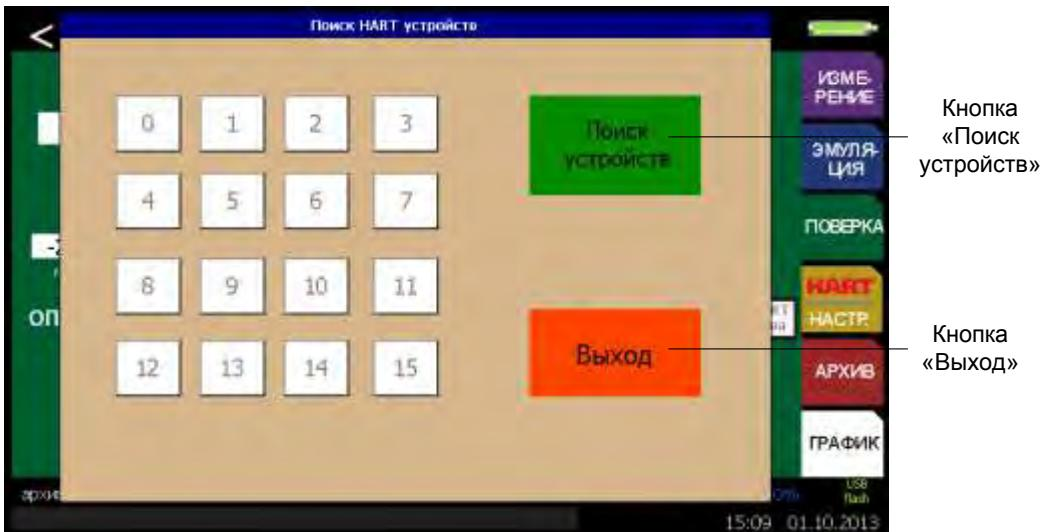

Рисунок 2.45
- в появившемся окне «Поиск HART устройств» (см. рисунок 2.45) выбрать нужный. (процедура поиска подключенных приборов по HART-протоколу описана в п. 2.6.4.10).
- в появившемся окне «**Поиск HART устройств**» (см. рисунок 2.45) выбрать нужный. (процедура поиска подключенных приборов по HART-протоколу описана в п. 2.6.4.10).
- в появившемся окне **«Поиск HART устройств»** (см. рисунок 2.45) выбрать нужный. (процедура поиска подключенных приборов по HART-протоколу описана в п. 2.6.4.10).